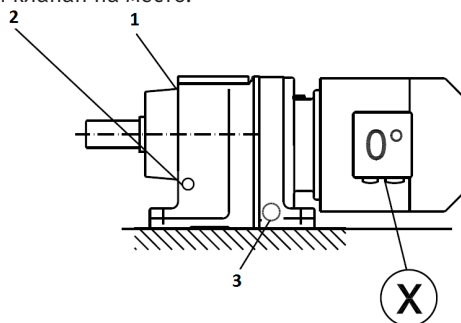

Рис. 22 – Схема технических воздействий по мотор-редуктору
Расположение пробки контрольного отверстия показано на **(рис. 22)**.
1. По рисунку мотор-редуктора **(рис. 22)** определите положение сливного отверстия.
1. По рисунку мотор-редуктора **(рис. 22)** определите расположение сливного и контрольного отверстий и воздушного клапана.